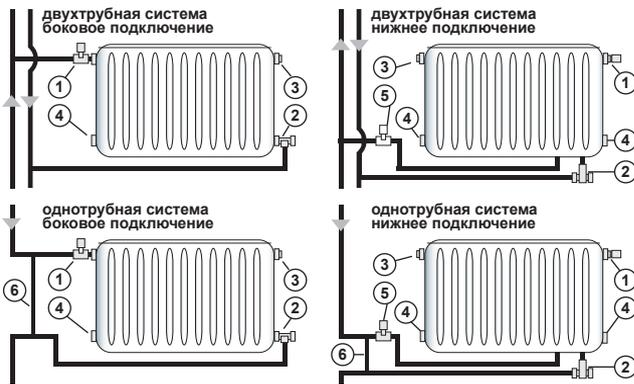

Рис. 1
5.5. Рекомендуемые схемы подключения радиаторов представлены на Рис. 1.